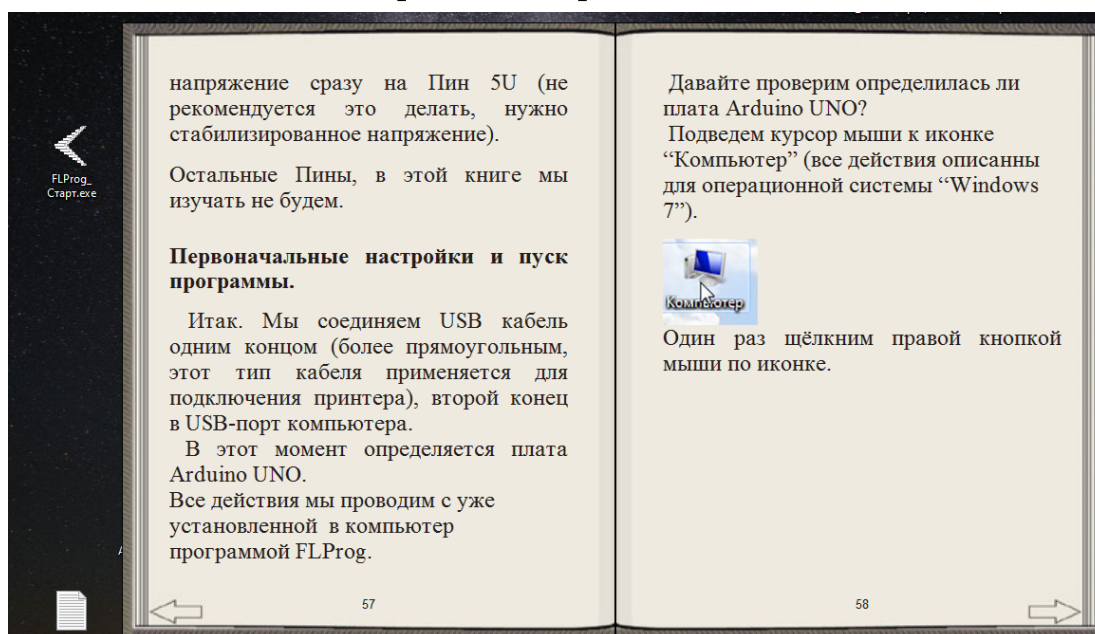

Рис. 9 — FLProg\_старт.
1. Открыть руководство FLProg\_старт (рис.9) и программу FLProg. Изучить содержимое руководства (стр. 57 – 67).
2. Выполнить по инструкции содержание урока (1) (стр. 67 – 85). В качестве отчета предоставить видео-ролик продолжительностью до 25 секунд с демонстрацией работы устройства.